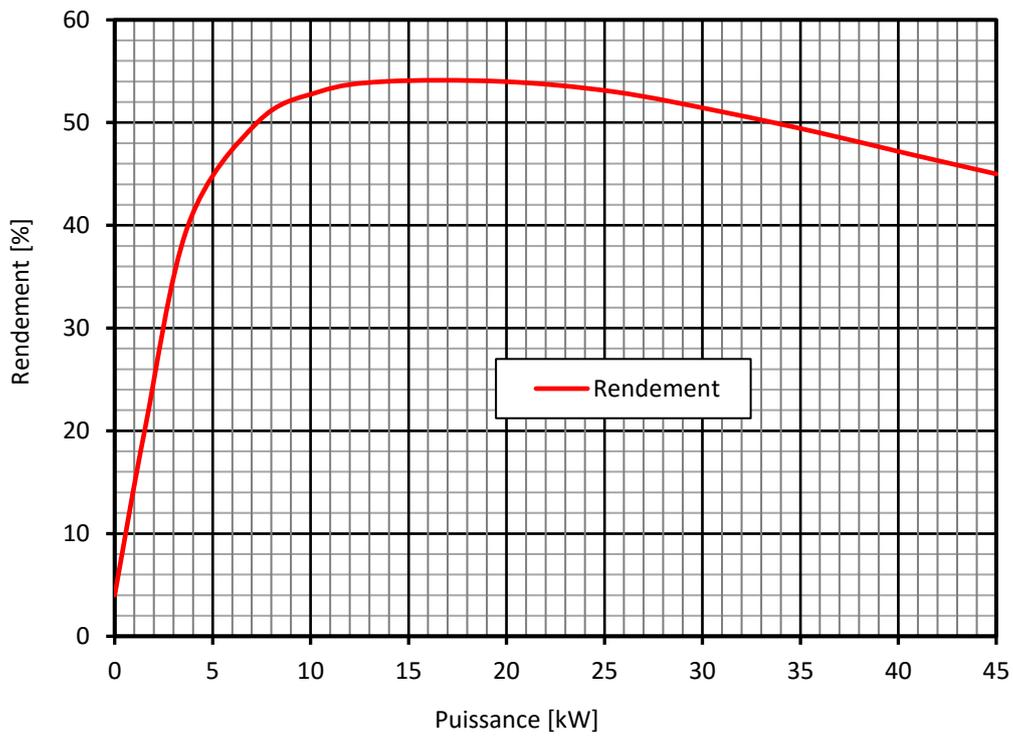

Figure 3: caractéristique de rendement η_{PAC} du système pile à combustible de 45 kW
- On dispose d'une pile à combustible de puissance maximale de 45 kW dont la caractéristique de rendement η_{PAC} est donnée sur la Figure 3. On rappelle le pouvoir calorifique inférieur de l'hydrogène qui est de 102 MJ/kg et sa densité volumique qui est de 0,09 kg/m³ à 1 bar et 20 °C.